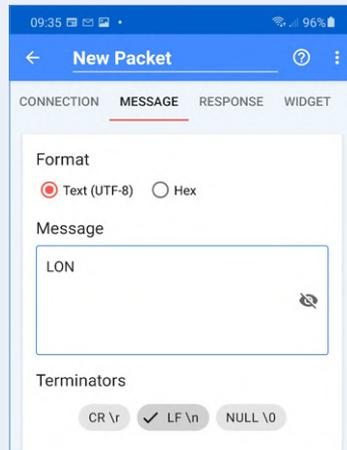

Bild 8. Befehl zum Einschalten der LED.
- Klicken Sie auf den Menüpunkt *MESSAGE*, wählen Sie *Text (UTF-8)* als Format und geben Sie den Befehl *LON* ein, um die LED einzuschalten. Wählen Sie *LF\r\n* als *Terminator* und klicken Sie auf das OK-Symbol (Häkchen), wie in **Bild 8** dargestellt.